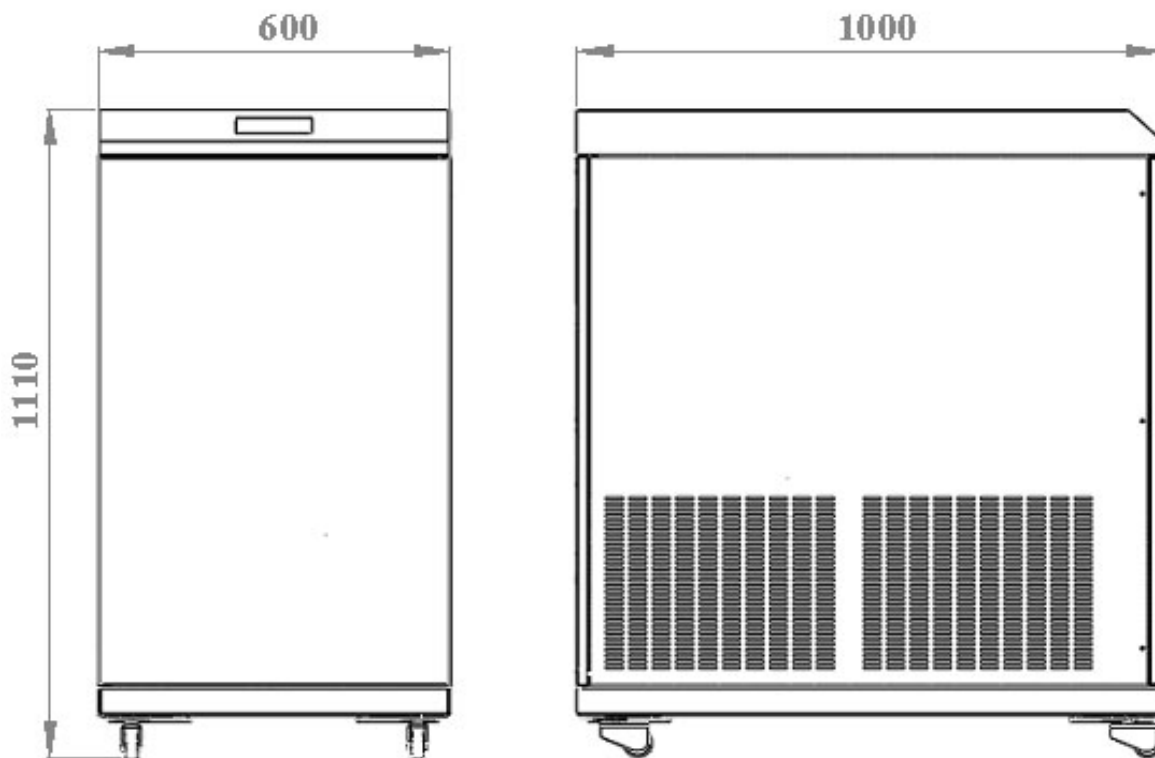

Рис. 1. Габаритные и присоединительные размеры инвертора
4.19. Габаритные и присоединительные размеры инвертора приведены на рис. 1.
4.29. Габаритные и установочные размеры Инвертора приведены на рис. 1.
- 9.1. Габаритные и присоединительные размеры инвертора приведены на рис. 1.